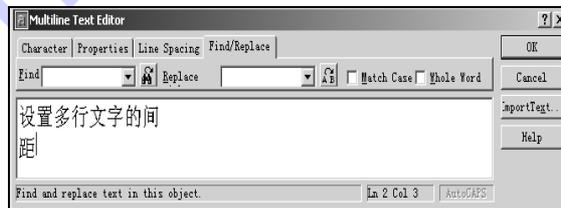

图 4-62 Find/Replace (查找和替换) 选项卡
- Find/Replace (查找和替换) Find/Replace (查找和替换) 用来所搜或者同时替换指定的字符串。当然用户可以设置查找的条件：如对大小写是否敏感、是否全字匹配等，如图 4-62 所示。